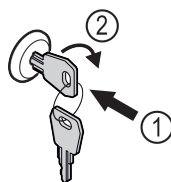

Fig. 180
- Introduceți cheia prin apăsare. Fig. 180 (1)
- Rotiți cheia cu 90° în sensul acelor de ceasornic. Fig. 180 (2)